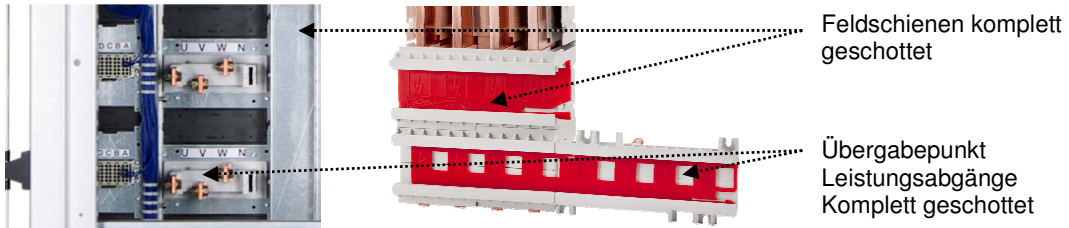

Bild 3 + 3.1 Kontaktmodul in Systemseitenwand
1. Die Feldschienen sind komplett gegeneinander geschottet und vollständig isoliert aufgebaut. Damit werden mechanische Bewegungen im Kurzschlussfall auf ein absolutes Minimum reduziert [Bild 3; 3.1; 4; 4.1; 5].